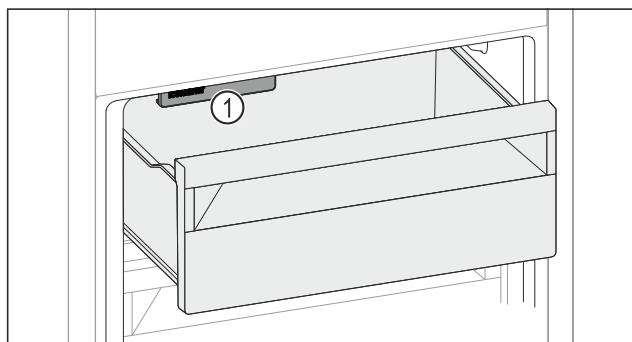

Fig. 182
- ▶ Tenga en cuenta el IceMaker *Fig. 182 (1)*.